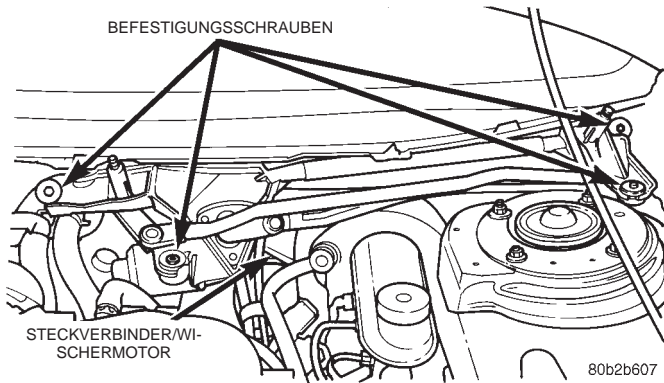

Abb. 14 Befestigungsschrauben der Wischereinheit
(6) Die drei Befestigungsschrauben der Wischereinheit lösen (Abb. 14).
(7) Wischereinheit anheben.
(8) Steckverbinder abziehen.
(9) Wischereinheit aus dem Motorraum nehmen.